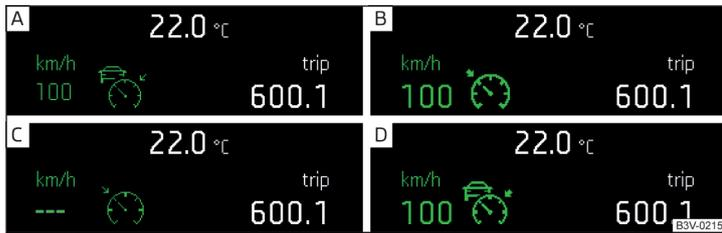

Abb. 256 Display des Kombi-Instruments: Beispiele für Zustandsanzeigen der ACC
**Zustandsanzeigen der ACC** » Abb. 256